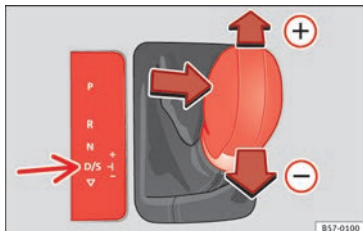

Fig. 167 Consola central: engrenar com Tiptronic.
- Empurre a alavanca seletora para a frente (+) para engrenar uma mudança mais alta » **Fig. 167**.